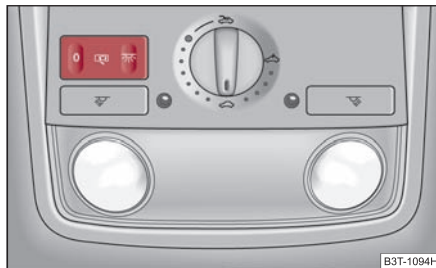
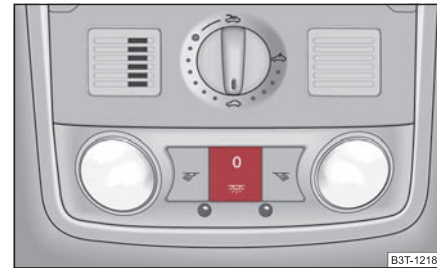

Fig. 62 Découpage dans le revêtement de pavillon: Éclairage intérieur AV
Fig. 63 Découpage dans le revêtement de pavillon: Éclairage intérieur AV
- Appuyez sur le contacteur à l'endroit du symbole ⇒ fig. 62 ou ⇒ fig. 63.
- Mettez le contacteur sur la position centrale. Sur les véhicules sans surveillance de l'habitacle*, la position centrale est représentée par un symbole ⇒ fig. 62.